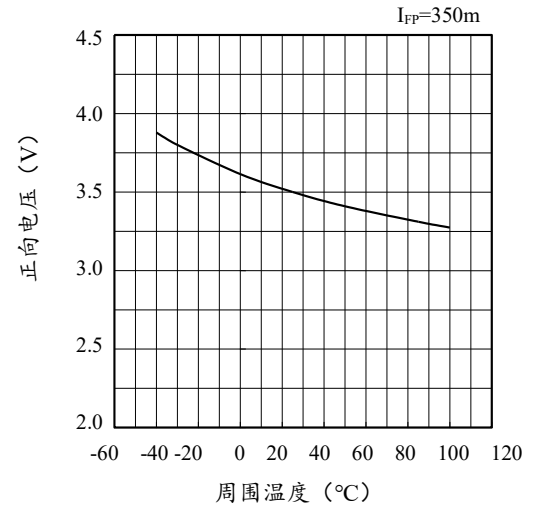

图 4. “ T_A vs. V_F ” 特性例
- ※ 作为参考, 型号 NS3W183 的“ T_A vs. V_F ”特性图如图 4 所示。